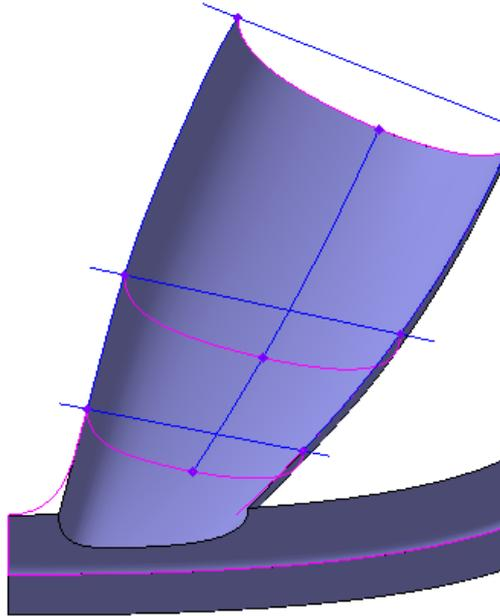

Рисунок 50.
- Нажмите кнопку Создать объект .(рис.50).